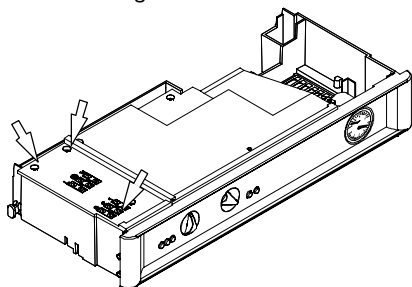

fig. 8.1
- 7 Svitare le viti e rimuovere il coperchio copri morsettiera fig. 8.1